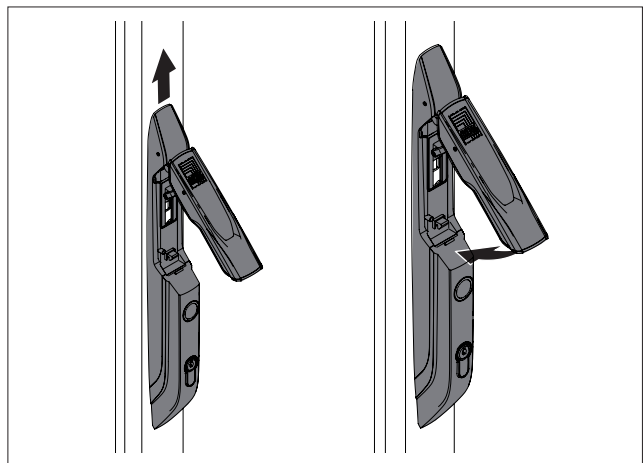

Abb. 14: Schließen des Griffs (Rechtsanschlag – Linksanschlag entsprechend)
- Schieben Sie den Griff nach oben und schließen Sie ihn (Abb. 14).